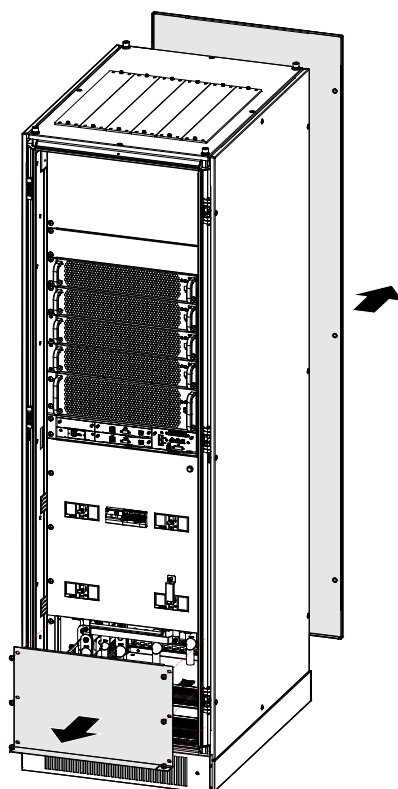

Рис. 3.14 Снятие защитных панели с передней и задней сторон ИБП
**Step 1** Снимите защитные панели с передней и задней сторон ИБП как показано на Рис. 3.14.